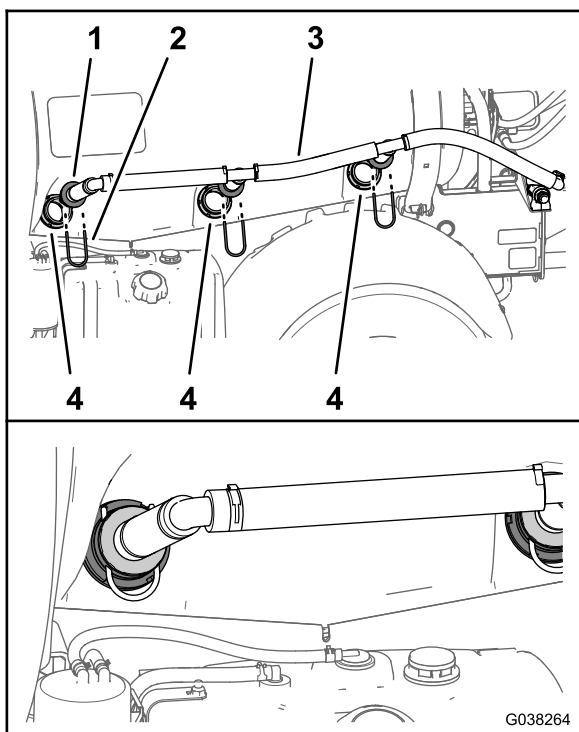

図 62
1. 攪拌ノズルアセンブリの3つのノズルを、液剤タンクのバルクヘッドフィッティングに入れる 図 62。
- 攪拌ノズルを固定するリテーナ 図 62 ステップ 1 タンクから攪拌ノズルを外す (ページ 13) で外したものの3個を使用する。